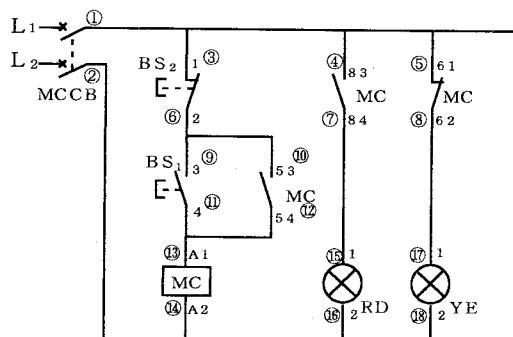

図3-45 図記号系列1
- 5) 一般に使われている自己保持回路及びその解除は、図3-45、3-46に示す。
- 6) 配線後の点検 (○数字は図3-45上の場所を示す。)
- L₁-BS₂の1 (①-③) L₁-MCの83 (①-④)